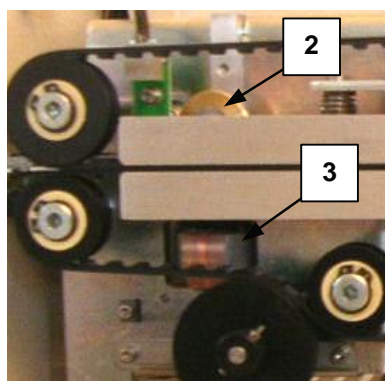
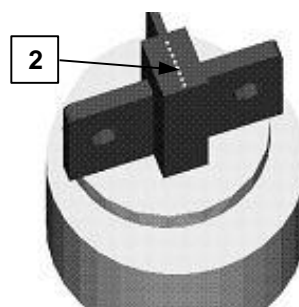

fig.5.15
fig.5.16
- testina di stampa (n.1-fig.5.15)
Per garantire un corretto funzionamento, mantenere pulita da eventuali accumuli di inchiostro la zona degli aghi (n.2-fig.5.16) della testina di stampa, operando come segue:
- mediante un batuffolo di cotone imbevuto di alcool, eseguire la pulizia della zona aghi (n.1-fig.5.16) della testina di stampa (n.3-fig.5.15) e la superficie della rotella controstampo (n.2-fig.5.15).
- controllare che la rotella controstampo (n.2-fig.5.15) ruoti liberamente sulla sua vite.